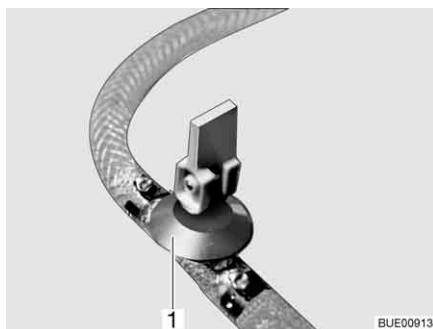
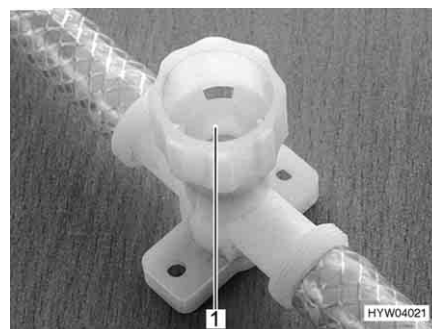

Fig. 236 Rubinetto di scarico (con leva a bilancere)
Fig. 237 Rubinetto di scarico (con tappo a vite)
- Chiudere tutti i rubinetti di scarico. Mettere la leva a bilanciere del rubinetto di scarico (Fig. 236,1) orizzontale o chiudere il coperchio del rubinetto di scarico (Fig. 237,1) in senso orario.